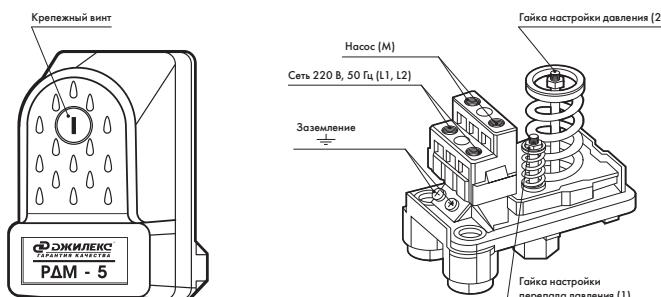

рисунок 3
- отвинтить крепежный пластмассовый винт (см. рисунок 3), снять крышку реле.
Регулировка уровня верхнего и нижнего предела давления РДМ-5 осуществляется гайкой (2), фиксирующей положение пружины (см. рисунок 3). Для того, чтобы увеличить значение уровня верхнего и нижнего предела давления, необходимо закручивать гайку по часовой стрелке.
Гайка (1) предназначена для регулировки перепада давления путем изменения уровня нижнего предела (см. рисунок 3). Для того, чтобы увеличить перепад давления, необходимо отвернуть гайку против часовой стрелки, тем самым